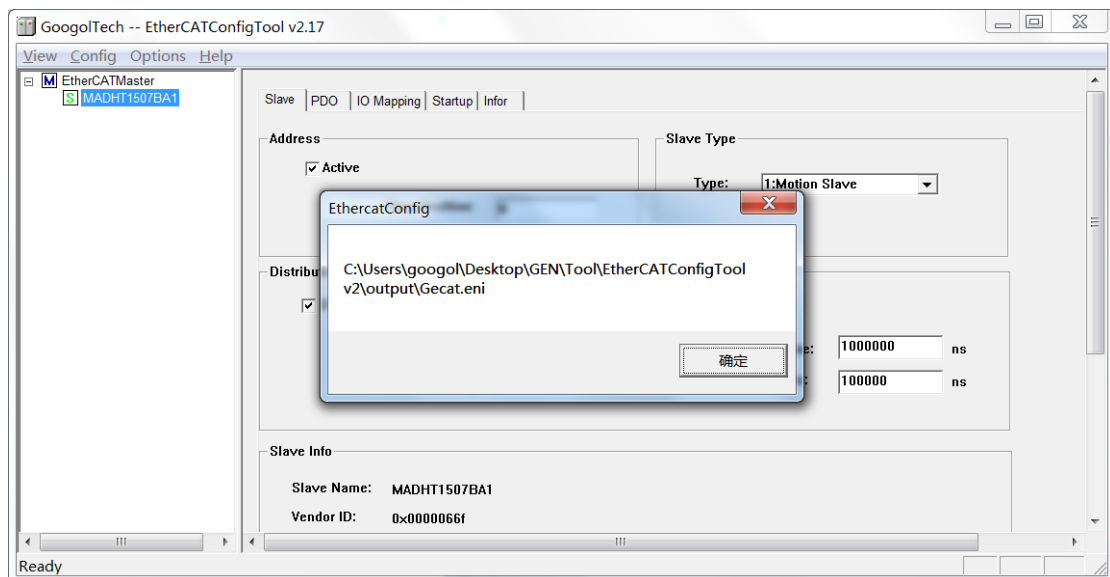

图12
2. 配置 EtherCAT 总线 (sii -> eni) 左侧右击设备列表取添加从站 (此处我们仅添加一个轴), 在右侧 Slave 的 Slave Type 选择 1: Motion Slave, 并在右侧 “PDO” 选项卡中配置 PDO 映射, 随后在菜单栏 “Config” 中选择 “Save ECAT Config”, 将上一步生成的 MADHT1507BA1.sii 转换成 eni 文件, 如图 12